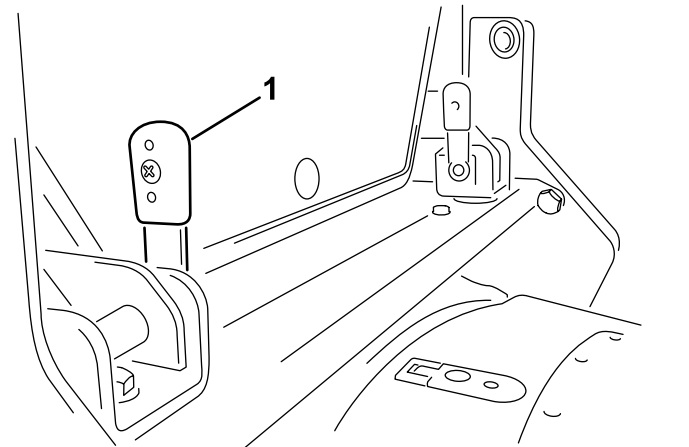

Figura 24
3. Alinee los taladros de la brida del bastidor de la cabina y los taladros en el soporte del travesaño (Figura 24).
4. Inserte los 2 pasadores de cierre (Figura 24) a través de los taladros en las bridas del bastidor de la cabina y los soportes del travesaño.